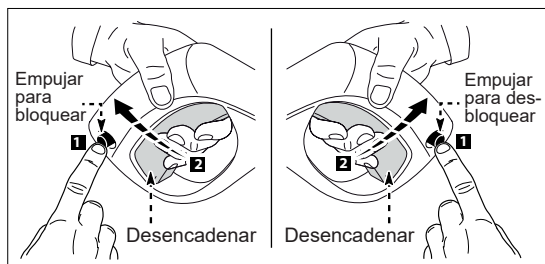

Fig. 7
- Para bloquear el gatillo de la pistola rociadora, apunte la pistola lejos de usted y presione el botón de bloqueo de derecha a izquierda (Fig. 7). Después de hacerlo, apriete o jale el gatillo para asegurarse de que esté bloqueado y no se mueva. Siempre deje el botón de bloqueo en la posición de bloqueo cuando no esté en uso. Esto asegura que la pistola esté en modo "seguro" hasta que esté lista para su uso.